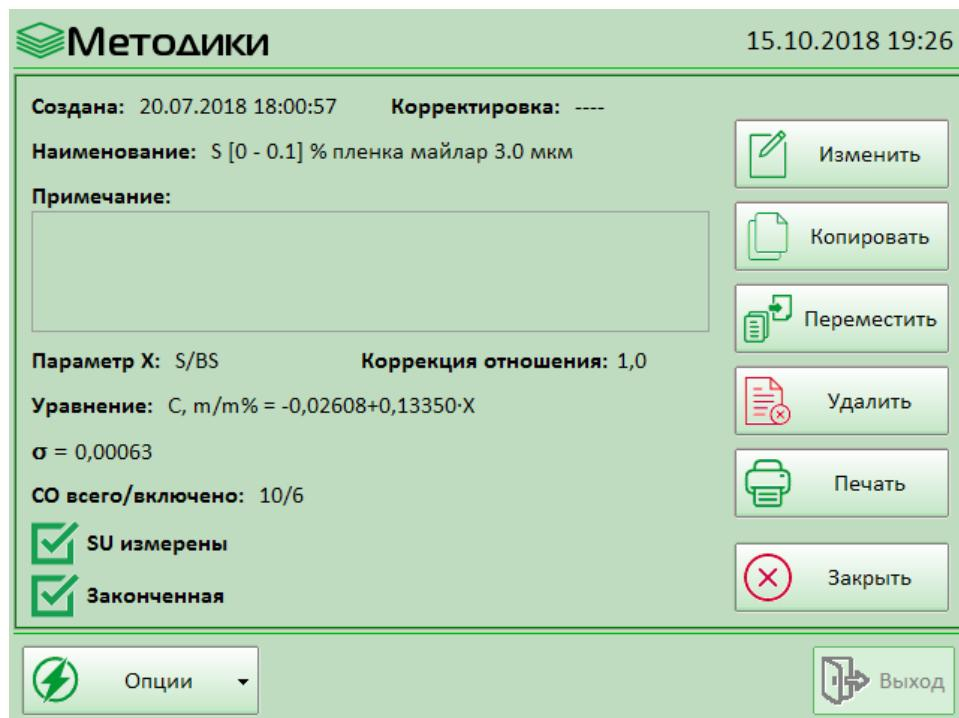

Рисунок 26
13.7.3 Прикоснитесь к строке с названием нужной методики, активируя методику. Нажмите кнопку **Просмотр**, появится панель просмотра методики (Рисунок 26).